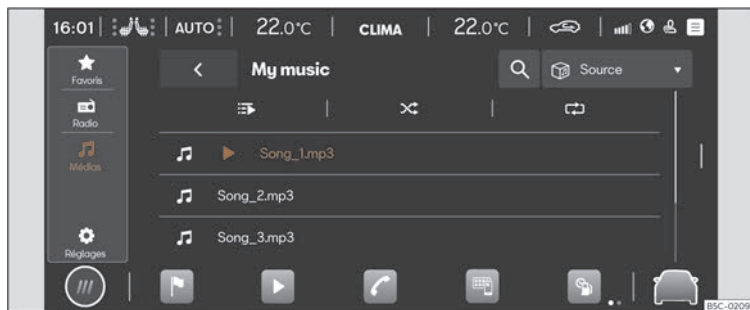

Fig. 137 Représentation schématique : Vue Multimédia
- Appuyez sur ► > 🎵 fig. 137 .